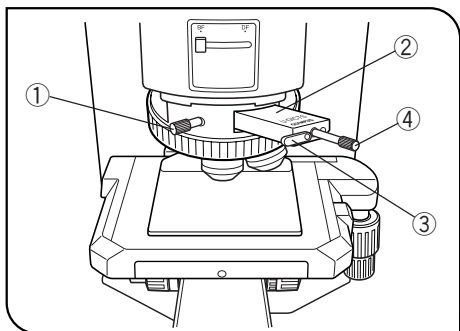

図 12
(図 12)
- 1) 下記の要領で微分干渉スライダのプリズム移動つまみ④を回して背景色コントラストの調整をします。(図12)